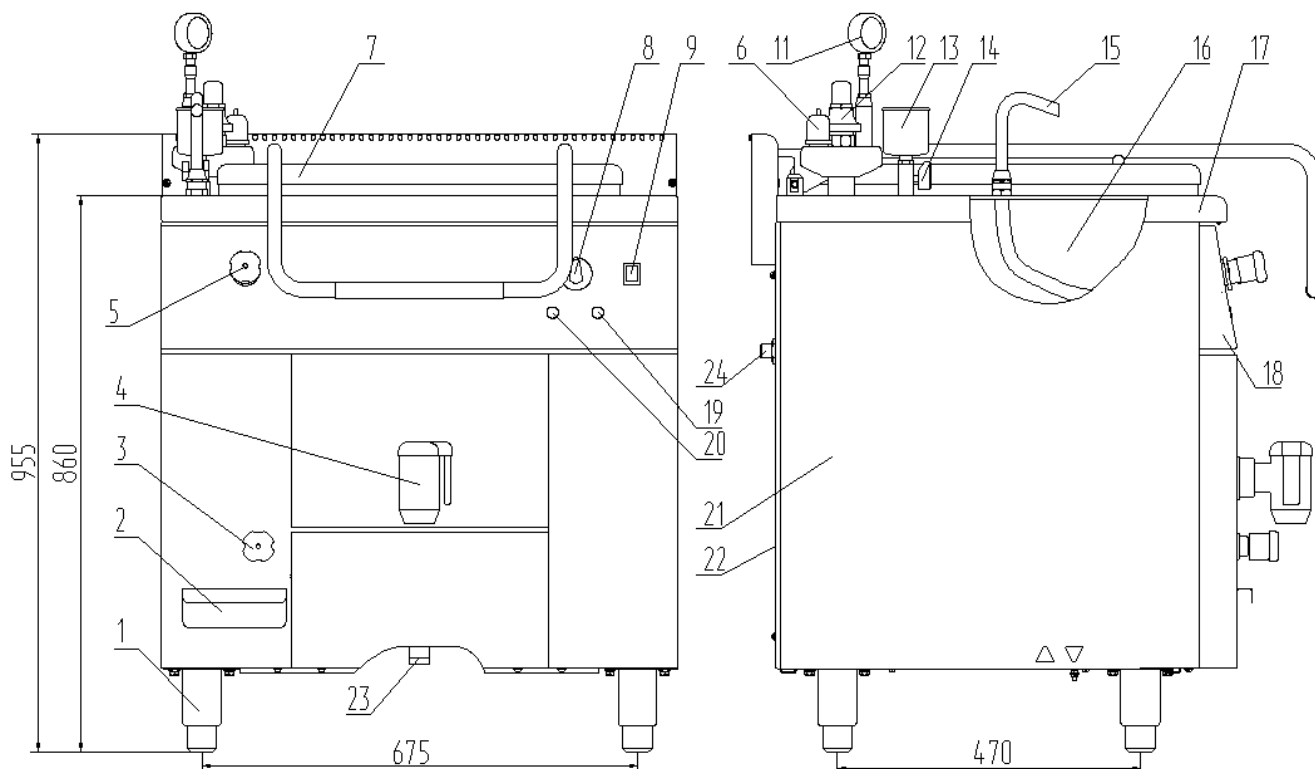

Рисунок 1- Составные части котла
**6.5.1** Открыть кран (3) см. рисунок 1. Открыть кран на воронке заливной (13) см. рисунок.
**7.3** Повернуть кран поворотный (15) см. рисунок 1 в сторону емкости. Налить требуемое количество воды в емкость до отметки, открыв кран (5) см. рисунок 1.
**7.5** Включить изделие в сеть нажав выключатель (9), рисунок 1. Убедиться в том, что кран воронки заливной (14) открыт.
**7.6** Повернуть ручку (8), рисунок 1 по часовой стрелке, установить ее в заданное положение, загорается арматура светосигнальная (19). По достижению заданной температуры, установить ручку в положение «min», обеспечивающее режим тихого кипения. Закрыть крышку котла.
**7.7** Закрыть кран воронки заливной (14) после того как пойдет пар непрерывной струей через воронку заливную (13), рисунок 1.
В зависимости от выбранного режима арматура светосигнальная (19), рисунок 1 меняет частоту сигналов.
**7.9** После окончания работы, повернуть ручку в положение «0», отключить изделие от сети, нажатием выключателя (9), рисунок 1.
**7.10** Вычерпать продукт, если он содержит крупные частицы, или слить через кран сливной (4), рисунок 1, если продукт имеет однородную структуру. Дать емкости остыть до температуры менее 500 С. Провести санитарно-гигиеническую обработку емкости моющим раствором, протереть чистой ветошью и просушить. Панели протереть ветошью.
На панели управления имеется арматура светосигнальная красная (20), рисунок 1 сигнализирующая о недостаточном количестве воды в парогенераторе.